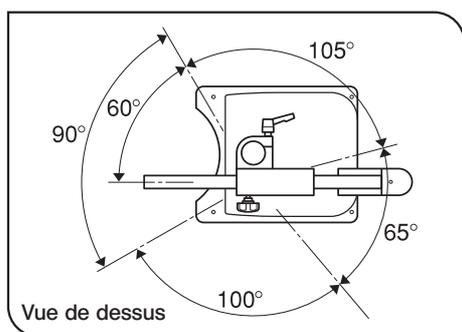

Fig. 12
3. La charge du statif est limitée, et sa stabilité varie en fonction de l'orientation du bras horizontal. (Fig. 12)